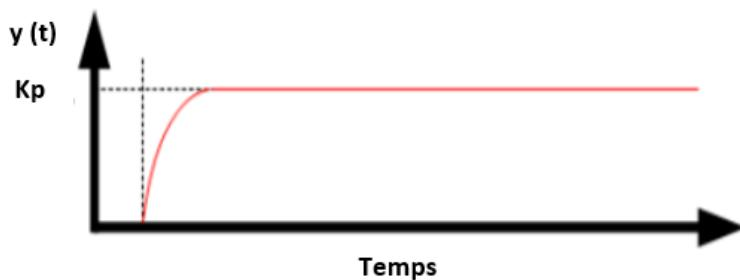

Figura 11: Representació gràfica del comportament d'un controlador amb acció proporcional [1].
4.4.2 Controlador proporcional (P)
En el cas dels controladors amb acció proporcional (P), la resposta del controlador és ràpida però presenta una diferència entre la variable controlada i el punt de consigna (*setpoint*) una vegada el sistema s'ha estabilitzat. Aquesta diferència s'anomena *offset* i es troba representada a la **Figura 11**. Aquesta diferència fa que encara que l'error sigui proporcional al punt de consigna, el valor de la variable de sortida mai arribi a aquest *setpoint*. Cal tenir en compte el tipus de procés on es vulgui utilitzar aquest tipus de controlador, ja que aquest fet crea una limitació a l'hora d'utilitzar-los.